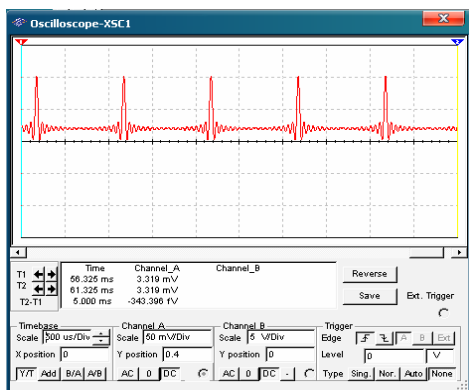

图 5-121 SinC 函数波形
SinC 函数是一种常用的 Sa 函数，其数学表达 $\text{sinC}(x) = \sin(x)/x$ ，如图 5-121 所示为 SinC 函数波形，其频率为 1kHz，振幅为 100mVpp。
2) 设置完毕，单击仿真开关，通过示波器观察波形如图 5-121 所示。